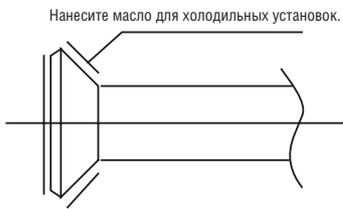

Рис. 6-1
- ① Изогните трубопроводы надлежащим образом. Не допускайте их повреждения.
- ② Нанесите на поверхность развальцованной трубы и гаек масло для холодильных установок и заверните вручную, сделав 3-4 оборота перед затяжкой накидных гаек (см. рис. 6-1).
- ③ При соединении или разъединении труб необходимо обязательно использовать два гаечных ключа.